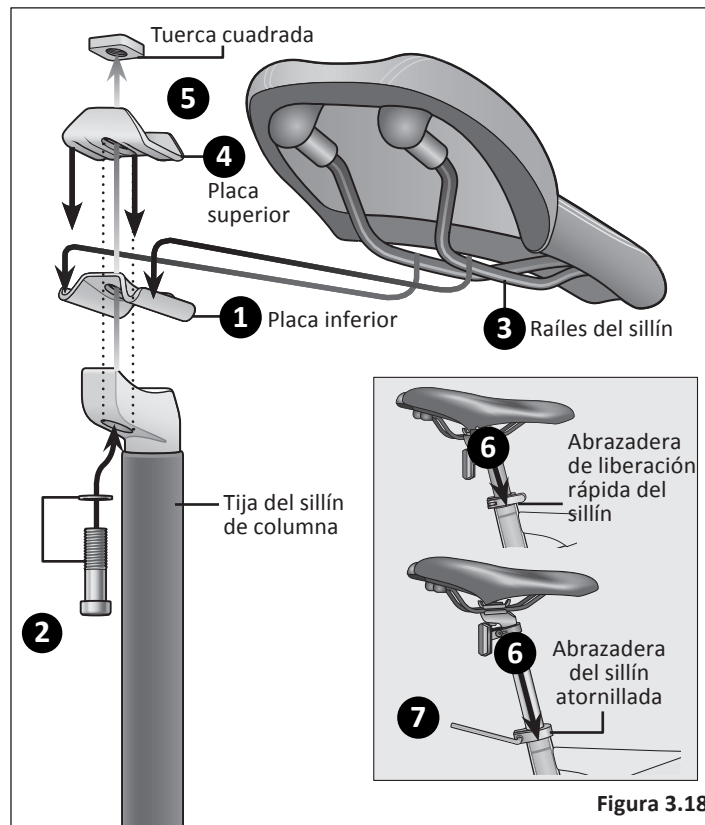

Figura 3.18
- 1 Ponga la placa inferior en la tija del sillín de columna. Asegúrese de que los agujeros de la placa inferior y los agujeros de la tija del sillín estén alineados. **Figura 3.18**